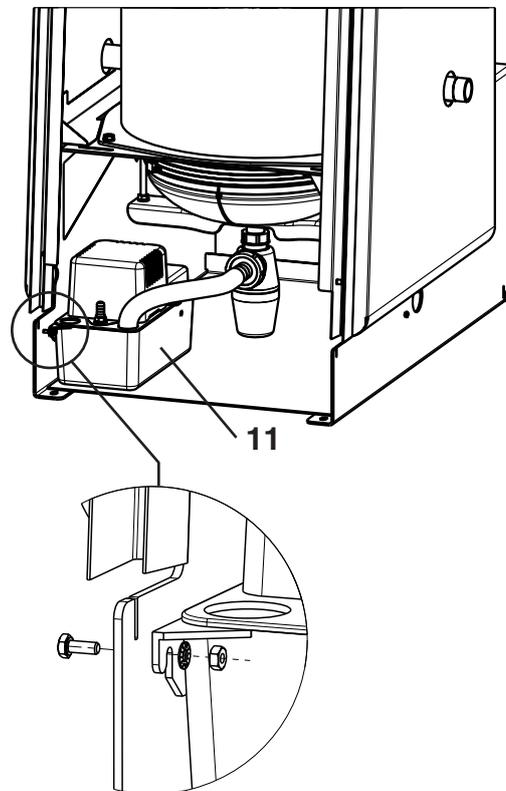

Fig. 22
1. Montaggio della pompa di trasporto del condensato (11, fig. 22) secondo il disegno.